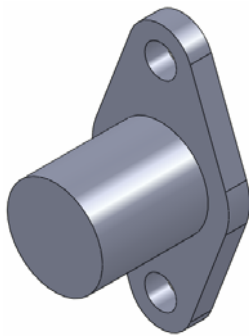

图 4-38 生成轴套
⑬ 拉伸实体，形成轴套。单击拉伸凸台/基体按钮，设定拉伸的终止条件为“给定深度”。在微调框中设置拉伸深度为 100mm，保持其他选项的系统默认值不变，点击确认按钮，完成轴套的创建，如图 4-38 所示。